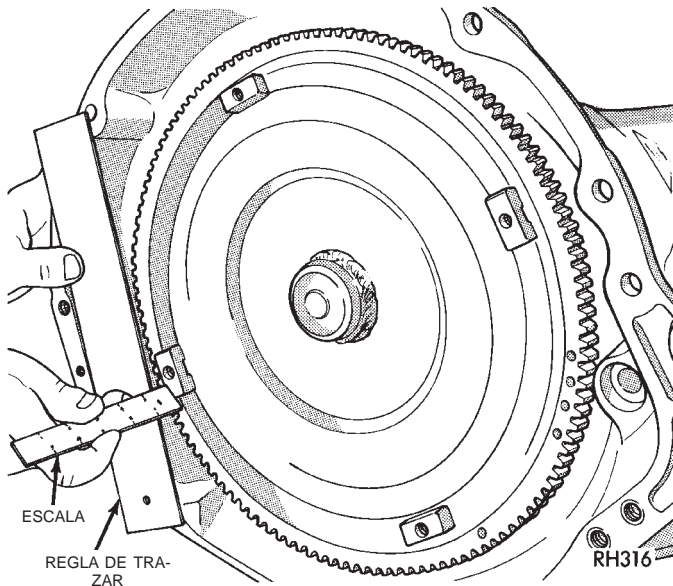

Fig. 18 Método característico de verificación del asentamiento del convertidor
(2) Lubrique la maza de mando y el reborde de la junta de la bomba de aceite con líquido de la transmisión.
(3) Lubrique la maza de guía del convertidor con líquido de la transmisión.
(4) Alinee el convertidor y la bomba de aceite.
(5) Inserte cuidadosamente el convertidor en la bomba de aceite. Gire luego el convertidor hacia adelante y atrás hasta que asiente completamente en los engranajes de la bomba.
(6) Verifique al asentamiento del convertidor con una escala de acero y una regla de trazar (Fig. 18). Cuando el convertidor está completamente asentado, la superficie de las orejetas del convertidor debe estar a 12 mm (1/2 pulg.) de la parte posterior de la regla de trazar.
(7) Sujete temporalmente el convertidor con el gato de carpintero.